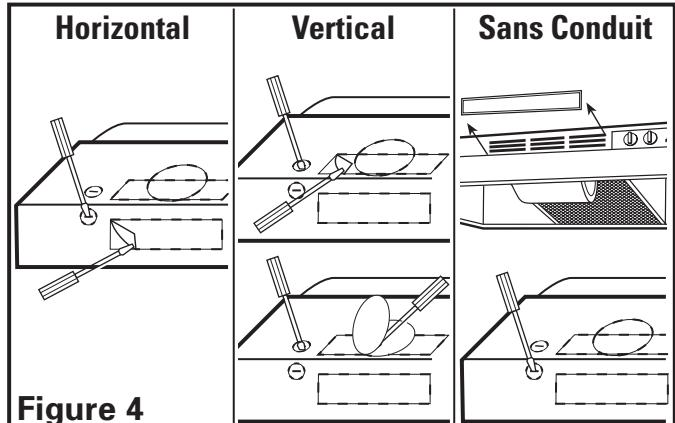

Figure 4
- a. **Horizontal ou Vertical** – Enlever l'alvéole défonçable en insérant un tournevis sous le contour et casser les attaches qui le retiennent en place. Peler avec des pinces (**Figure 4**).
- b. **Sans Conduit** – soulever et retirer les inserts de ventilation de la hotte situés derrière la grille, exposant les fentes à air avant. Ne pas utiliser de tournevis ou tout autre objet qui pourrait égratigner la hotte (**Figure 4**).
- c. **Rond de 17,78 cm (7 po)** – enlever l'alvéole défonçable située sur le dessus de la hotte en insérant un tournevis sous le rebord et briser les attaches qui la maintiennent en place. Peler avec des pinces (**Figure 4**).
- Déterminer où le service électrique entrera dans la hotte et enlever les alvéoles défonçables électriques appropriées en insérant un tournevis dans la fente et en le repliant vers l'avant et l'arrière jusqu'à ce que les alvéoles deviennent lâches (**Figure 4**).